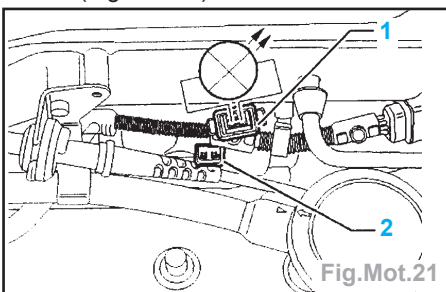

Fig.Mot.21
- Débrancher la fiche (1) du raccord (2) et brancher la lampe témoin à diodes **V.A.G 1527** avec les câbles auxiliaires de **V.A.G 1594** sur les contacts de la fiche (Fig.Mot.21).